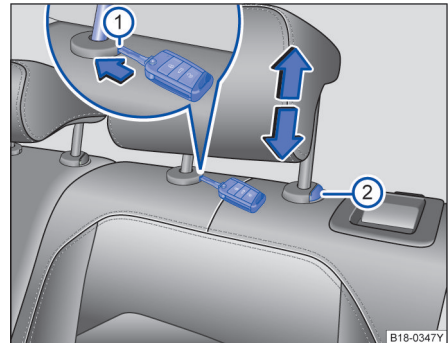

图 62 拆卸和安装后部头枕
- 将打开的轿车钥匙头插入护套的槽内 ⇒ 图 62 ①。
- 同时按压按钮②，另一人将头枕完全拔出。